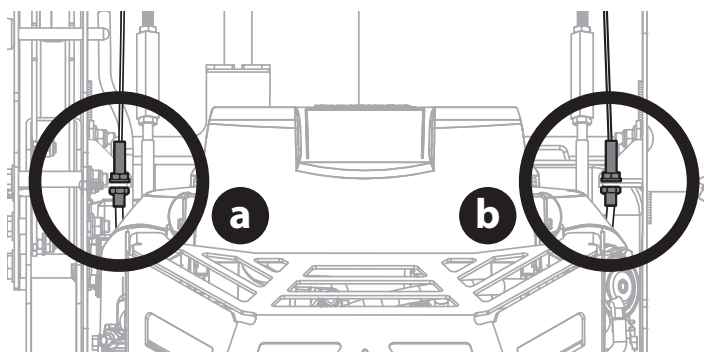

Fig. 23
2. Repérez le câble du frein de stationnement à l'intérieur du côté droit (a) de la tour de contrôle (Fig. 23).